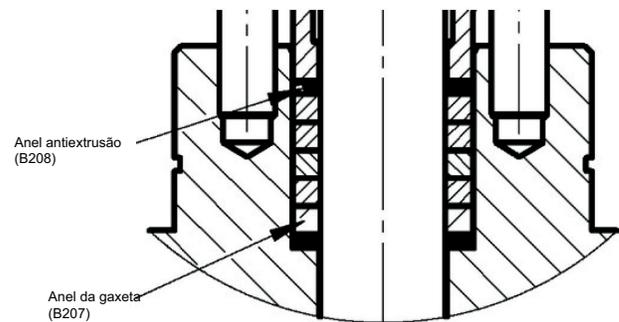

Figura 15 - Disposição da vedação
- Consulte a Figura 15 acerca da disposição da vedação.
- O número de anéis de vedação fornecidos variará com base no tamanho da válvula, mas um mínimo de dois anéis antiextrusão sempre será fornecido e deve ser disposto de acordo com a Figura 15.